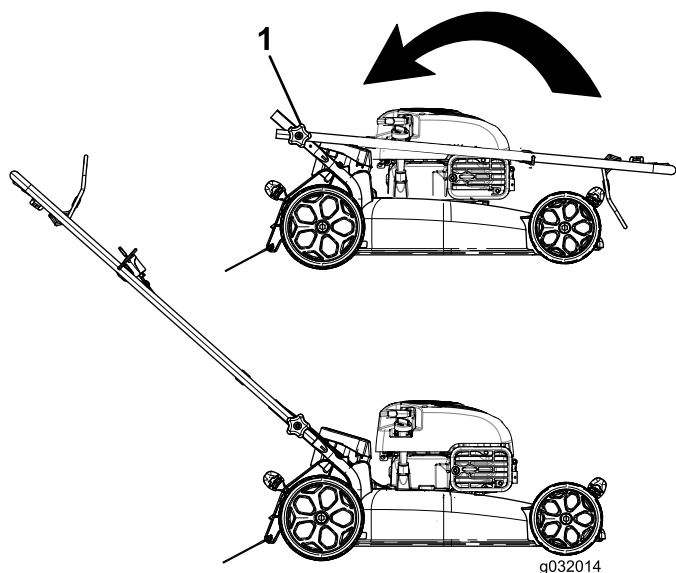

Figuur 3
1. Verwijder de handgreepknoppen en bouten van de machinebehuizing (Figuur 3).
2. Bevestig de handgreep aan de machinebehuizing (Figuur 3).